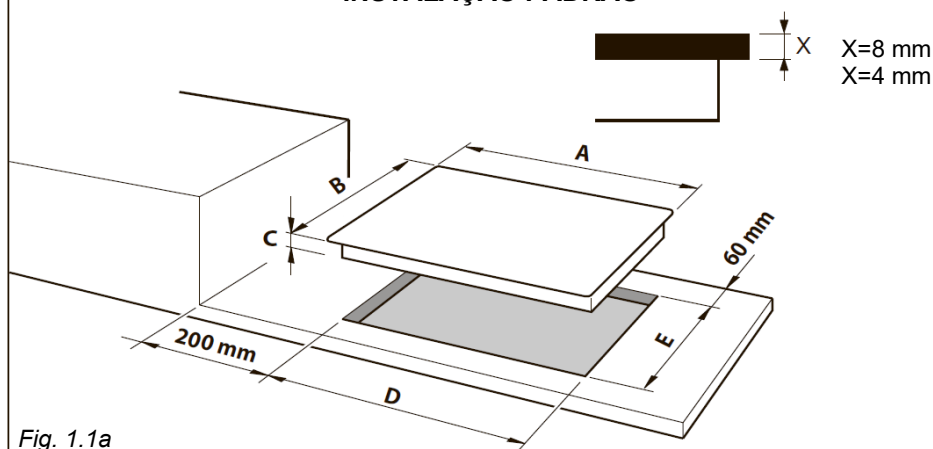

Fig. 1.1a
Para instalar a placa de fogão na bancada da cozinha, é necessário fazer um furo com as dimensões mostradas na fig. 1.1a ou 1.1b tendo em conta o seguinte:
- A parte superior da placa deve ser mantida a uma distância mínima de 200 mm de qualquer parede lateral (desde a extremidade lateral do recorte - fig. 1.1a, 1.1b, 1.1c).
- A placa deve ser instalada, pelo menos, a 60 mm da parede (desde a extremidade traseira do recorte - fig. 1.1a, 1.1b).
- Cortar a unidade de acordo com as dimensões indicadas nas fig. 1.1a ou 1.1b.